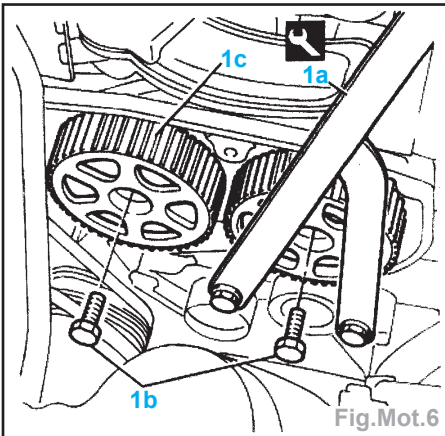

Fig.Mot.6
- Desserrer les vis de fixation (1b) des poulies (1c) des ACT à l'aide de l'outil 1 870 716 000 (Fig.Mot.6).
- Bloquer les vis de fixation des poulies d'ACT au couple à l'aide de l'outil (Fig.Mot.6).
- Desserrer l'écrou (2) et à l'aide de l'outil (1a), détendre lentement la courroie de